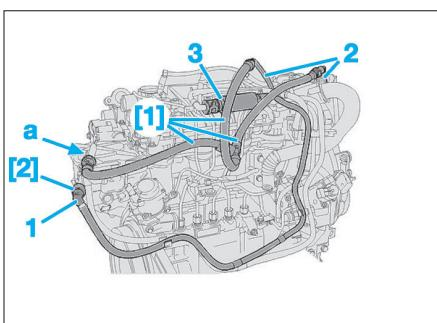

Fig. 60
- Placer les raccords femelles ( $\varnothing$  10 mm) de l'outil [1] en lieu et place du raccord (1) en (a) (Fig.60).
- Obturer le raccord (1) à l'aide de l'outil [2].
- Nettoyer les raccords (2).
- Désaccoupler le raccord (1) (Fig.60).
- Actionner pendant 30 secondes la pompe d'amorçage manuelle (3) pour évacuer l'eau contenue dans le filtre à carburant.
- Retirer le bac (1).